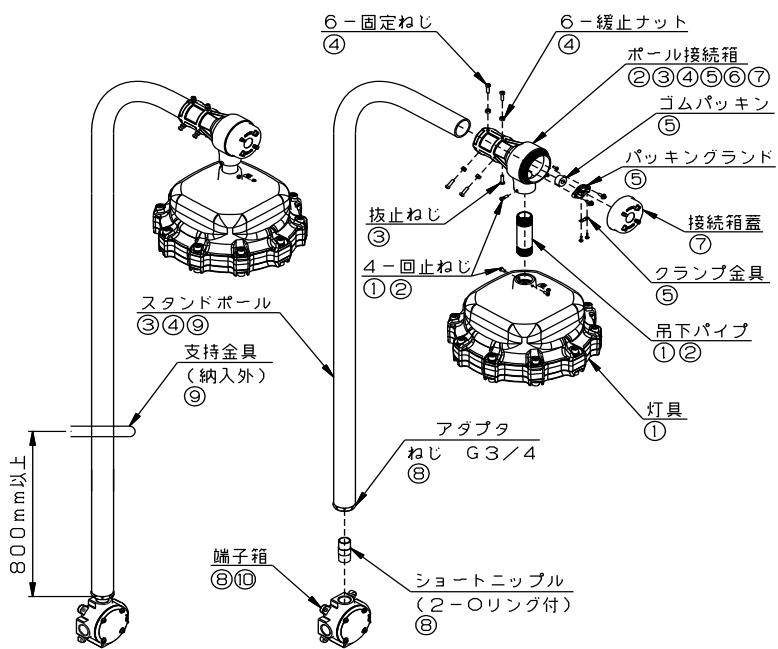

図2
■スタンド形、ポールB形・C形(図2:LZIB130851の例です)